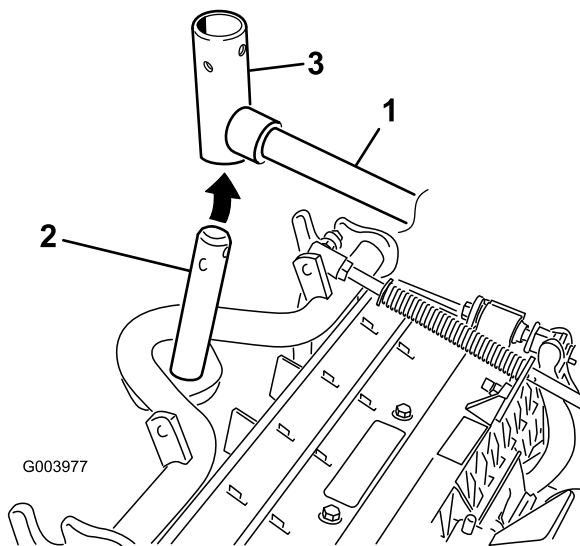

Bild 8
8. Vorderen Mähwerke: Schieben Sie ein Mähwerk unter den Hubarm und schieben Sie gleichzeitig den Trägerrahmenschaft in das Gelenkjoche des Hubarms (Bild 8).
- B. Setzen Sie das Hubarmjoch in den Trägerrahmenschaft ein (Bild 8).